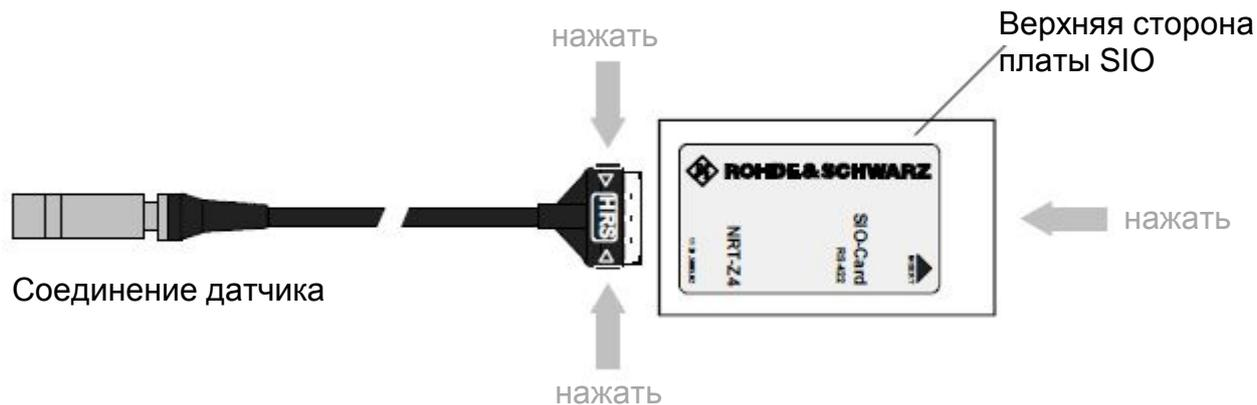

Рисунок 2-2 Подключение кабеля к плате PCMCIA-интерфейса (плате SIO)
- Подсоединить плату SIO к датчику с помощью соединительного кабеля (см. рис. 2-2).